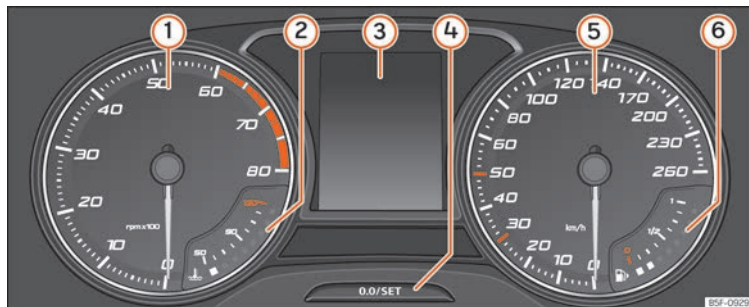

Fig.123 Cuadro de instrumentos en el tablero de instrumentos.
»» **fig. 123:**
- Pulse brevemente el botón **0.0/SET** »» **fig. 123**  para restablecer el cuentakilómetros parcial a 0.